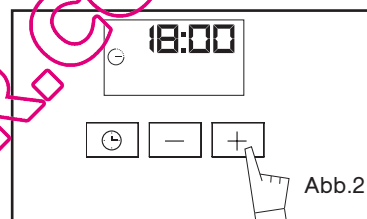

Abb.2
- Den gewünschten Endzeitpunkt mit der Taste + oder - einstellen (Abb.2).